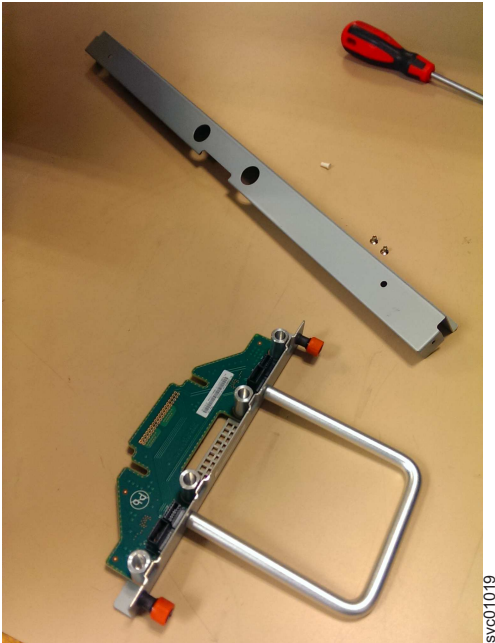

Abbildung 127. Aus Chassis entfernte Teile der Lüfterschnittstellenplatine
4. Legen Sie die Lüfterschnittstellenplatine (siehe Abb. 127) an einer sicheren Stelle ab.